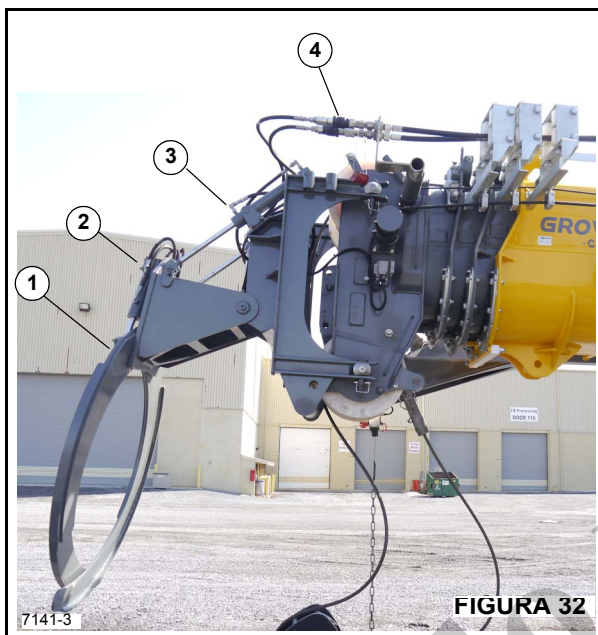

Figura 32 Números de artículos
7. Conecte las mangueras hidráulicas de la tenaza para postes a los acopladores de cambio rápido (4, Figura 32) en la cabeza de la pluma.